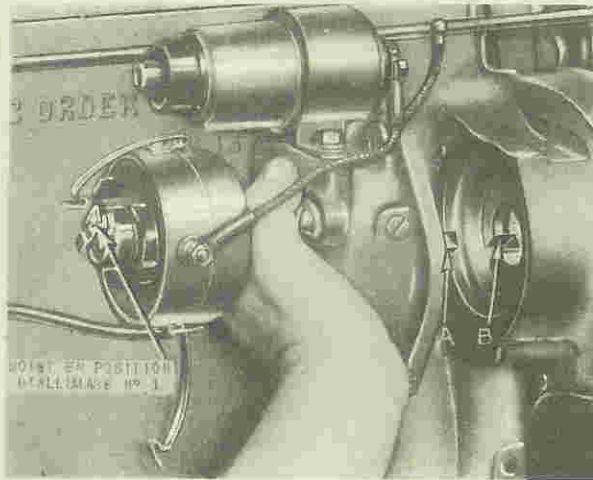

Figure 33 - Mise en place du distributeur.
1. Débranchez de la bobine le câble du contact d'allumage "C", *figure 33*, sur la borne (-).
Branchez le câble "C" du contact d'allumage sur la borne (-) de la bobine, voir *figure 33*.